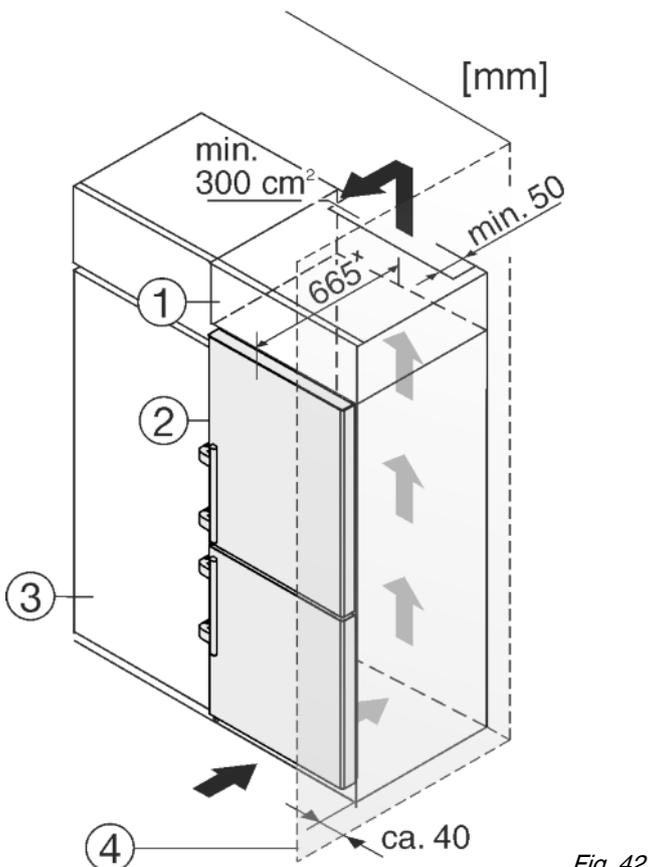

Fig. 42
- (1) Aufsatzschrank
- (2) Gerät
- (3) Küchenschrank
- (4) Wand
Das Gerät kann mit der Kücheneinrichtung umbaut werden. Um das Gerät Fig. 42 (2) der Küchenzeilenhöhe anzugleichen, kann über dem Gerät ein entsprechender Aufsatzschrank Fig. 42 (1) angebracht werden.
Beim Umbau mit Küchenschränken kann das Gerät direkt neben dem Küchenschrank Fig. 42 (3) aufgestellt werden. Um die Tür vollständig öffnen zu können, muss das Gerät mindestens 65 mm* gegenüber der Küchenschrankfront vorstehen. Abhängig von der Tiefe der Küchenschränke und Verwendung von Wandabstandshaltern kann das Gerät weiter herausragen.
Wenn das Gerät mit den Scharnieren neben einer Wand Fig. 42 (4) aufgestellt wird, muss der Abstand zwischen Gerät und Wand mindestens 40 mm betragen. Dies entspricht dem Griffüberstand bei geöffneter Tür.